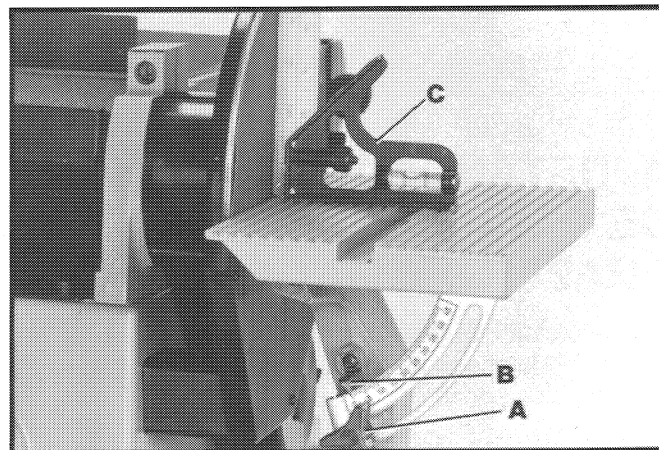

Fig. 28
2. Utilizando una escuadra de combinaciones (C) Fig. 28, coloque un extremo de la escuadra sobre la mesa con el otro extremo contra el disco de lijado, como lo ilustra la Fig. 28, y verifique si la mesa se encuentra a 90 grados del disco.
3. Si la superficie de la mesa no está a 90 grados del disco, afloje la perilla de cierre de mesa (A) Fig. 28, ajuste el encuadre de la mesa con el disco, y apriete la perilla de cierre (A).
4. Ajuste el indicador (B) Fig. 28 a la marca de 0 grados sobre la escala de ángulos.